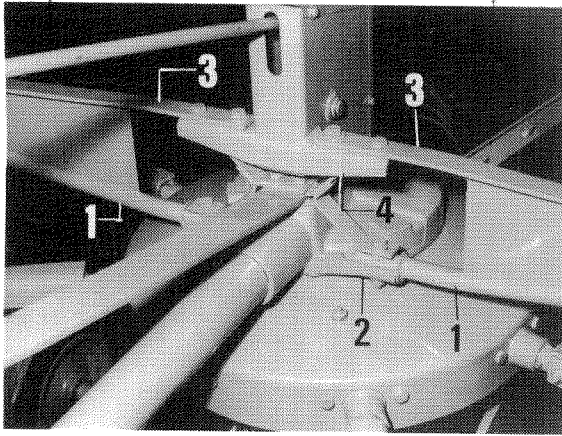
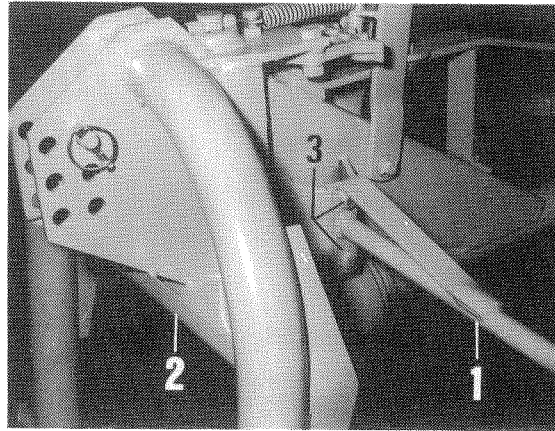
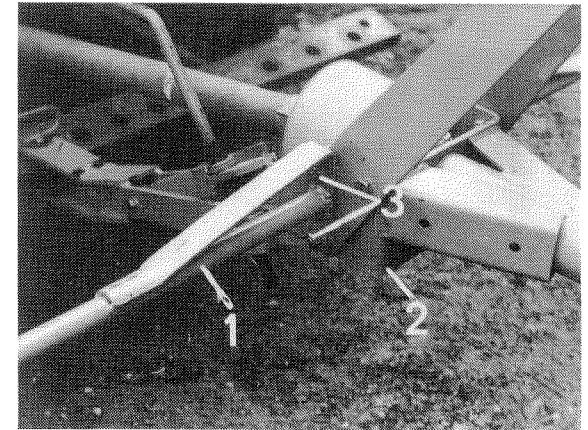
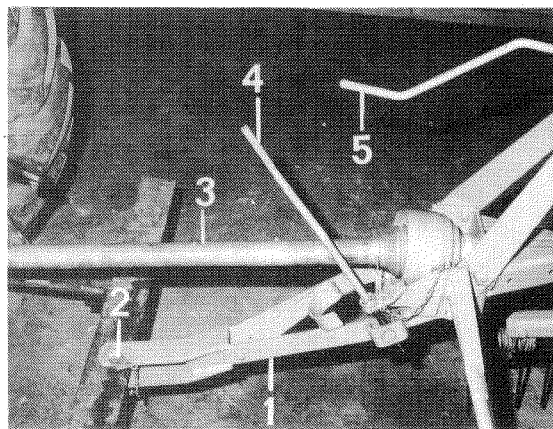

Fig. 1
Fig. 2
Fig. 3
Fig. 11
Die Maschine waagrecht auf ebenen Bogen stellen. Schutzbügel 1 (Fig. 1 u. 2) am Getriebegehäuse 2 (Fig. 1) und die Streben 3 (Fig. 11) an der Lasche 4 beidseitig festschrauben. Vorne den Schutzbügel 1 beim WSDS am Dreipunktbock 2 (Fig. 2) und beim WS am vorderen Ende des Rahmenrohres 2 (Fig. 3) mit den zwei Schrauben 3 rechts und links festschrauben.
Poser le corps de la machine sur un sol plat pour obtenir une position horizontale. Visser l'étrier de protection 1 (fig. 1 et 2) sur le carter de la boîte 2 (fig.1) et les tirants 3 (fig. 1) sur l'attache 4 des deux côtés. Par devant visser l'étrier de protection 1 de la WSDS sur le chevalet 2 (fig. 2) et de la WS à l'extrémité en avant du tube au cadre 2 (fig. 3) avec les deux vis 3 à droite et à gauche.
Bolt safety guard 1 (fig. 1 and 2) to gear box 2 (fig.1).
Screw support 3 (fig. 1) on both sides of brace 4.
Bolt safety guard 1 of WSDS to the mounting frame 2 (fig. 2). Bolt safety guard of the WS in front of the frame tube 2 (fig. 3) with the two screws 3 on right and left hand side.
- Skyddsbygel 1 (fig. 1 och 2) och stagen 3 (fig. 1) monteras på fästen 4 (båda sidor). Framre delen av skyddsbygeln 1 anslutas vid 3-punktsupphängningen 2 (fig. 2) på WSDS och vid främre delen av ramröret 2 (fig. 3) på WS. Använd skruvarna 3 (fig. 2 och 3).
Imbullonare l'arco di protezione 1 (fig. 1 e 2) alla scatola di trasmissione 2 (fig.1) mentre i trianti 3 (fig. 1) vanno fermati sui due lati agli elementi di giunzione 4.
Fissare sul lato destro e sinistro, mediante i bulloni 3, l'arco di protezione 1 della WSDS anteriormente al telaio a tre punti 2 (fig. 2) mentre sulla WS esso va fissato all'estremità anteriore del telaio 2 (fig. 3).
Beim WS die Deichsel 1 (Fig. 11) in der Ackerschienenmitte mit dem Steckbolzen 2 abstecken. Bolzen sichern. Gelenkwelle 3 schlepperseitig anschließen und Schutzrohr mit Kette gegen Umlaufen sichern.
En ce qui concerne la WS le timon 1 (fig. 11) doit être goupillée au milieu de la barre d'attelage avec la cheville 2. Monter l'arbre ariculé 3 à côté du tracteur et éviter la rotation du tube de protection à l'aide d'une chaîne.
WS: Hook the drawbar 1 (fig. 11) of the machine at the center of the tractor drawbar and secure it with pin 2 (fig. 11). Connect P.T.O. shaft 3 to the tractor and secure P.T.O. shaft guard with a chain to prevent it from turning.
WS = bogserad (Fig. 11)
Per la WS, agganciare il timone 1 (fig. 11) al centro della barra di traino e fermarlo con la spina di accoppiamento 2. Assicurare lo spinotto con l'apposita spina di sicurezza. Collegare l'albero cardanico 3 alla trattrice ed assicurare la protezione del cardano, con l'apposita catena, da possibili rotazioni.